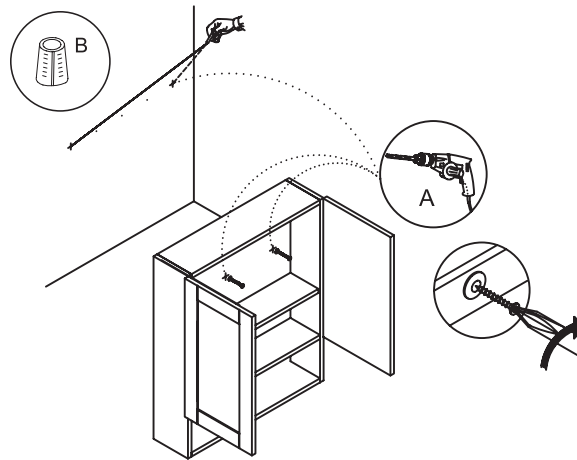

Figura 1
- 2: Ubique el gabinete en la posición correspondiente. **NOTA:** Se recomienda instalar el gabinete de pared sobre al menos un montante de pared. Para localizar los montantes de pared, puede utilizar un detector de montantes o dar golpecitos en la pared hasta encontrar un punto que suene a superficie maciza. Si no localiza ningún montante de pared, se recomienda utilizar anclas de expansión (B - no incluidas) para fijar el gabinete de pared. Figura 1.
- 3: Fije el gabinete a la pared mediante la inserción de (x 4) tornillos de 2" con (x 4) arandelas a través los rieles posteriores del gabinete. Figura 1.